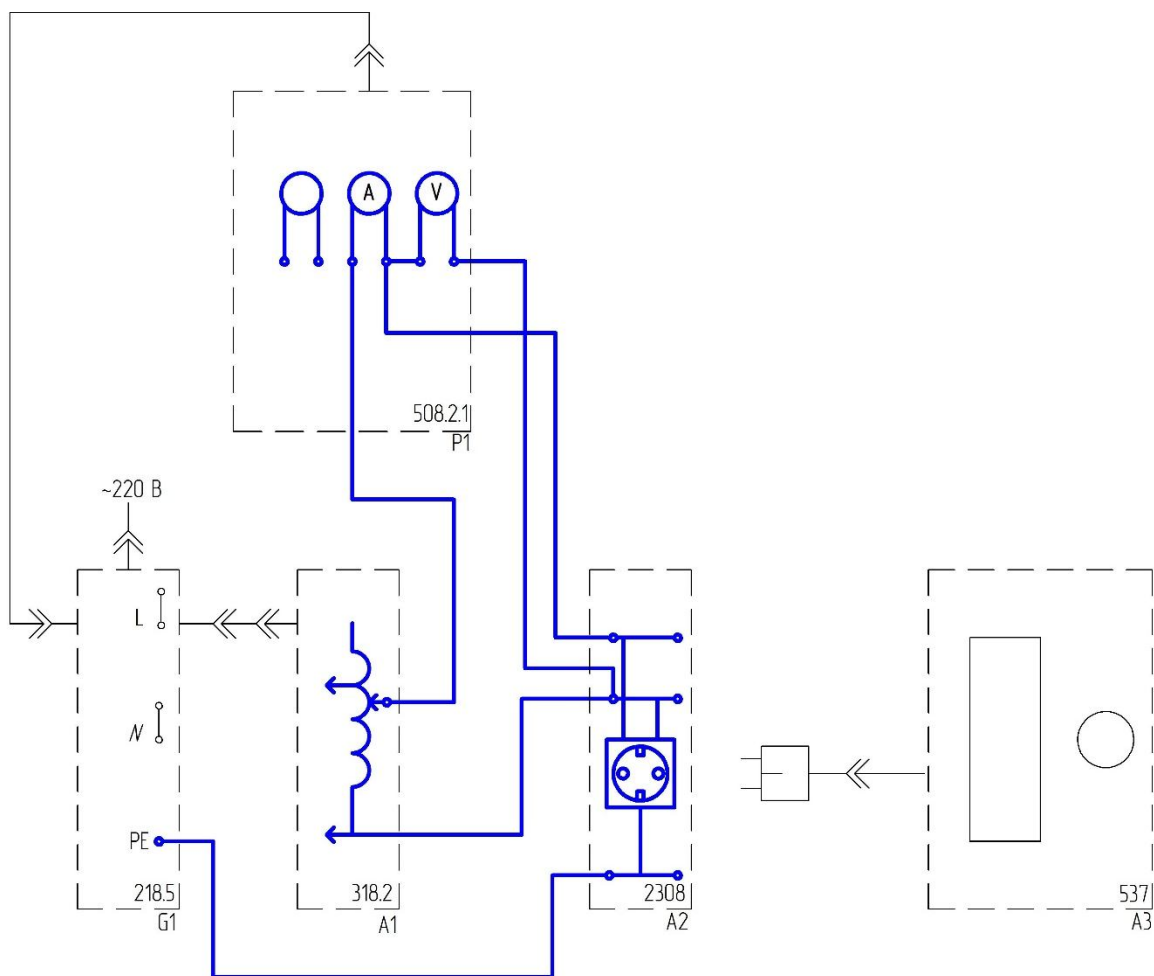

Рис.2.13.
- Соедините аппаратуру в соответствии со схемой электрической соединений, приведенной на рис.2.13.